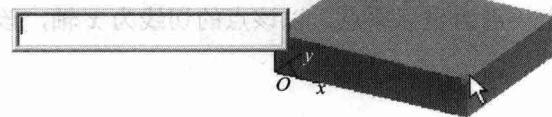
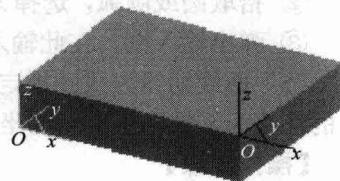

图 1-6 输入坐标系名称
图 1-7 生成后的坐标系
③ 给出坐标原点。
④ 弹出输入框，在此输入坐标系名称，按回车键确定，如图 1-6 所示。生成坐标系如图 1-7 所示。